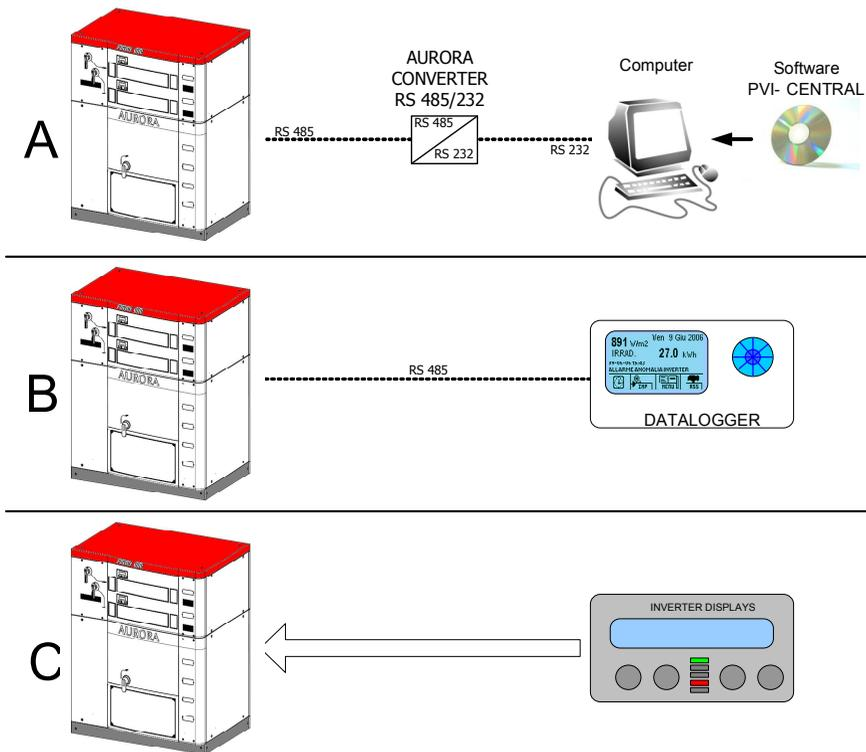

Figura 8-5: Modi di collegamento
I modi di collegamento della linea RS485 proveniente dal PVI-XXX.0(-TL), al fine di effettuare il monitoraggio dell'inverter, sono principalmente 2 (A e B) mentre un terzo (C) non prevede il collegamento RS485. La Figura 8-5 illustra le modalità: